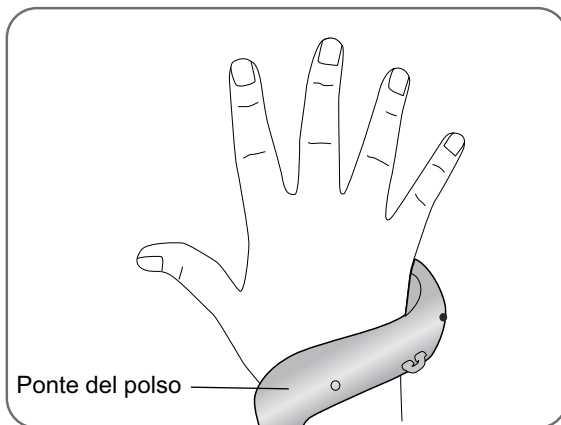

Figura 8-8 - Posizionamento del ponte del polso
2. Posizionare il ponte del polso dell'ortosi comodamente sulla parte posteriore del polso (Figura 8-8).